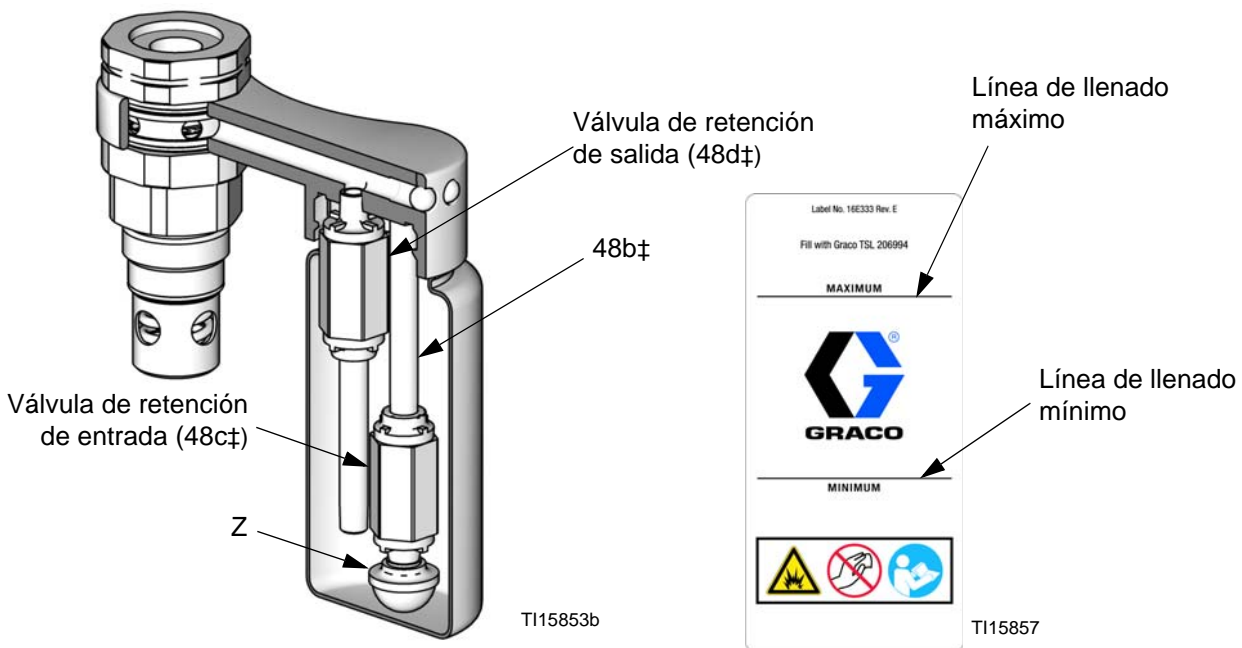

FIG. 1. Corte del depósito de TSL y líneas de llenado
3. Limpie el colador (Z) de la válvula de retención de entrada (48c‡). Si las válvulas de retención no sellan y el TSL sucio llega al vaso de lubricante de la bomba, sustituya las válvulas de retención (48c, 48d). Vea la FIG. 1.
NOTA: Para sustituir las válvulas de retención en la botella de TSL, pida el Kit de reparación de válvula de retención 24F404. Las piezas del kit están marcadas con un símbolo, por ejemplo (48b†). Para sustituir la botella únicamente, pida el Kit de repuesto de botella 24F405. Las piezas del kit están marcadas con un símbolo, por ejemplo (48e*). El kit incluye 5 botellas y 5 etiquetas. Vea la FIG. 1, la FIG. 4 y la FIG. 5.